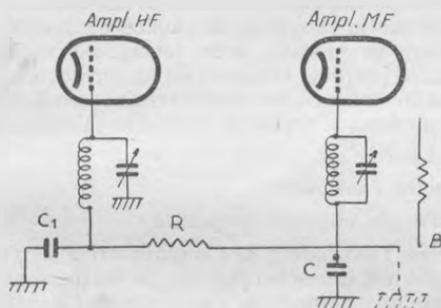

Fig. 57.
Voilà, en gros. Mais le procédé le plus expéditif consiste tout bonnement à supprimer provisoirement l'antifading, par exemple en coupant au point B (fig. 57) et en mettant à la masse les retours de grille. Ne nous étonnons pas si, l'antifading cessant son freinage, notre poste se sature sur les émetteurs puissants et hurle à la mort. C'est normal. Voyons ce qui se passe.
1. Manque de sensibilité. — Tout le poste semblant correct, les émissions lointaines ou faibles étaient mal reçues. Dès que l'antifading est supprimé, la sensibilité revient. Il faut vérifier le condensateur C, à la base du transfo moyenne fréquence (fig. 57) qui peut être coupé, déconnecté, etc.
2. Accrochages. — L'antifading peut provoquer des pannes. Par exemple, en figure 57, une lampe haute fréquence et une lampe moyenne fréquence sont contrôlées par le circuit d'antifading comprenant une cellule de découplage C_1R afin d'éviter toute réaction de l'étage haute fréquence sur la moyenne fréquence et inversement. Si C_1 est coupé, le couplage se produit, avec toutes ses variantes, depuis la baisse de sensibilité jusqu'au teuf-teuf du motor-boating, en passant par l'accrochage plus ou moins violent vers 500 mètres en P. O. et 1.000 mètres en G. O. La lampe haute fréquence hurle dès qu'on touche sa grille.